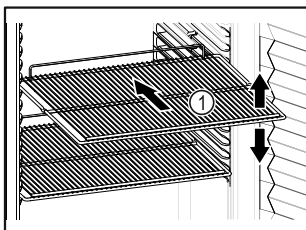

Fig. 47 Shembull ilustrues
- ❑ Nëse raftet me rrjetë Fig. 47 (1) mund të zhvendosen, atëherë përshtatini sipas lartësisë.